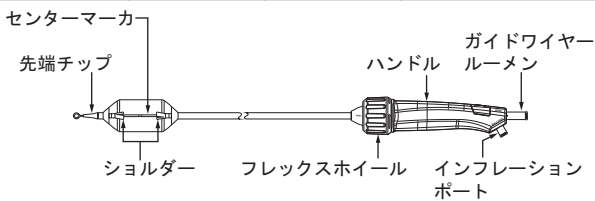

図2a エドワーズサーティテュードデリバリーシステム
3. エドワーズサーティテュードデリバリーシステム（図2a）